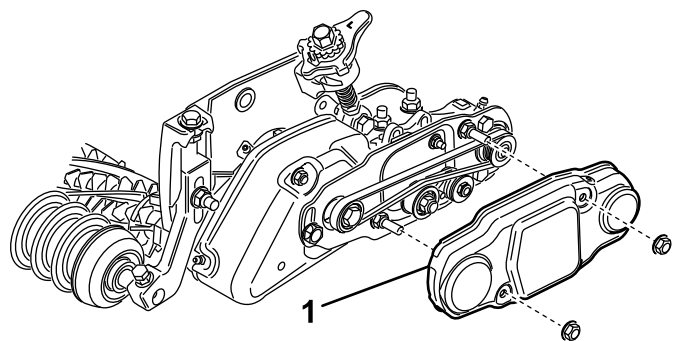

Figura 34
26. Fate scorrere il copricinghia sui bulloni di montaggio e fissatelo con 2 dadi flangiati (Figura 34).